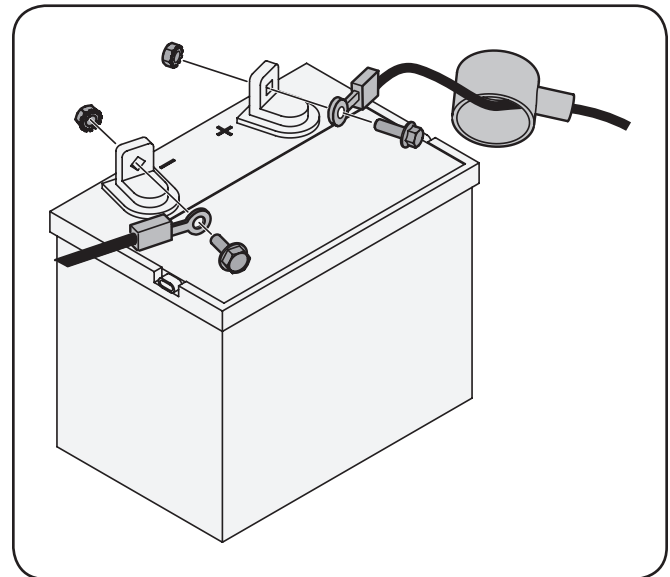

Figura 3-4
1. Retire la cubierta plástica, si es que está presente, del borne positivo de la batería y conecte el cable rojo al borne positivo de la batería (+) utilizando el perno y la tuerca hexagonal. Vea la Figura 3-4.
2. Retire la cubierta plástica, si es que está presente, del borne negativo de la batería y conecte el cable negro al borne negativo de la batería (-) utilizando el perno y la tuerca hexagonal. Vea la Figura 3-4.